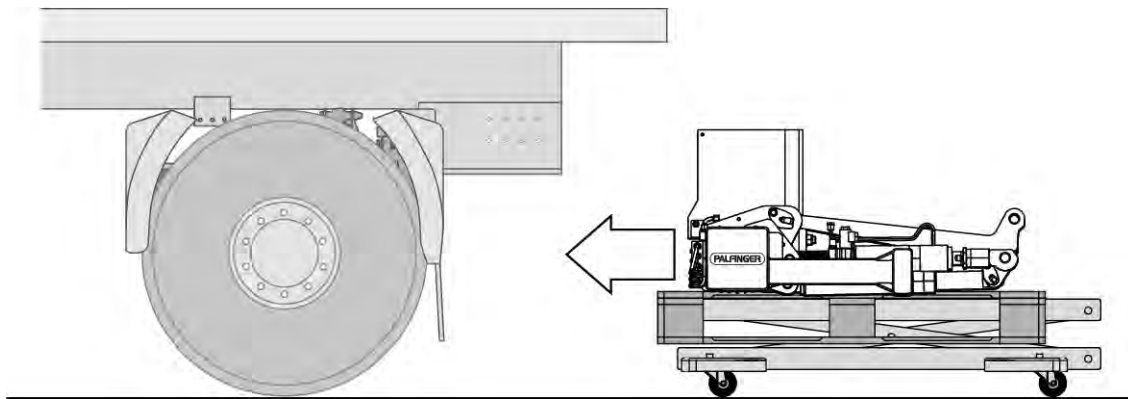

Abbildung 13: Hubwerk positionieren
- Positionieren Sie das Hubwerk vorsichtig unter dem Fahrzeug (siehe Abbildung 13).